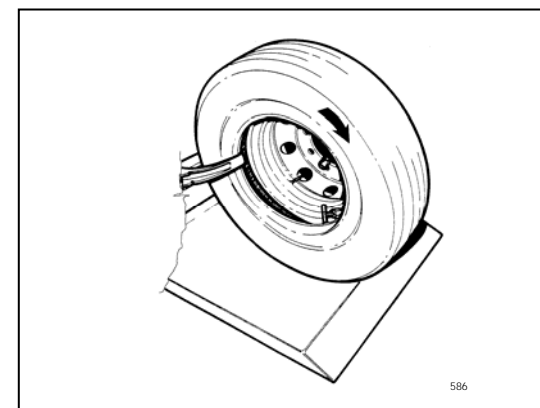

Fig.33
2. Position the mounting hook about 3/4" (1.5 cm) to the inside of the rim edge and 1/2" (1 cm) away radially. Rotate the chuck clockwise. Normally less than 1/4 of a revolution is sufficient to mount the first bead (Fig.33).
2. Insérer le crochet de montage de 1,5 cm (1/2") environ à l'intérieur du bord de la jante et le garder à une distance d'1 cm (1/2") environ en direction radiale. Tourner l'autocentreur dans le sens des aiguilles d'une montre. Normalement, il suffit d'un quart de tour pour monter le premier talon (Fig.33).
2. Den Montagehaken so einsetzen, da er innen in ca. 1,5 cm (1/2) Abstand zum Felgenrand steht und nach oben ca. 1 cm (1/2) Abstand hat. Die Spannvorrichtung im Uhrzeigersinn drehen. Normalerweise genügt 1/4 Drehung, um den ersten Wulst zu montieren (Abb.33).